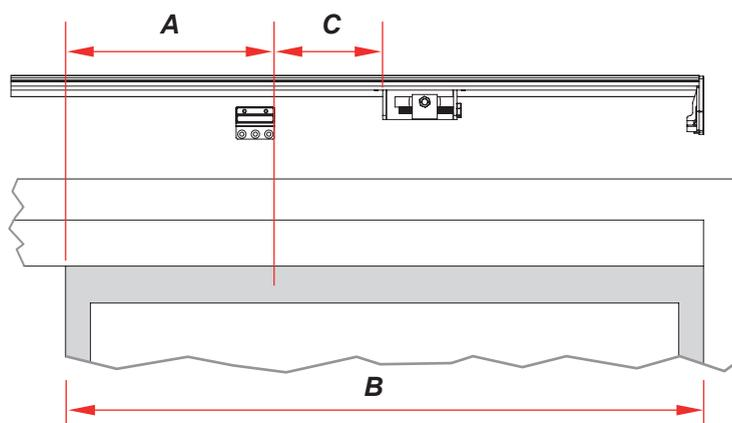

Figura 12: Portas de duas folhas – tensor da correia e suporte inferior. O lado direito é mostrado com a porta direita aberta.
2. Deslize o tensor da correia ao longo da base até que fique na frente da **porta com abertura pela esquerda** como mostrado na Figura 12, onde:
4. Marque a posição do suporte inferior na base e na porta, como mostrado na Figura 12.